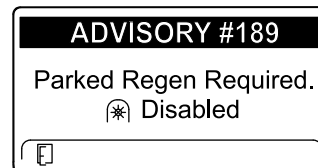

Figura 51
- Dacă nu efectuai o regenerare în stare de parcare în decurs de 2 ore, InfoCenter afiează regenerarea în stare de parcare necesară - priză de putere dezactivată ADVISORY #189 (recomandarea nr. 189 (Figura 51)).